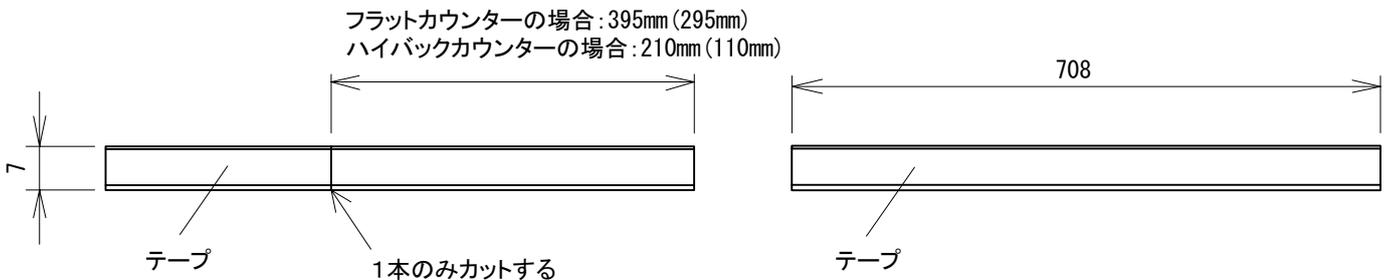

図13-18
(2) ミラー用見切り部材の取付方法
- ① 2本あるミラー見切り部材のうち、1本を所定の長さにカットしてください。(図13-18)